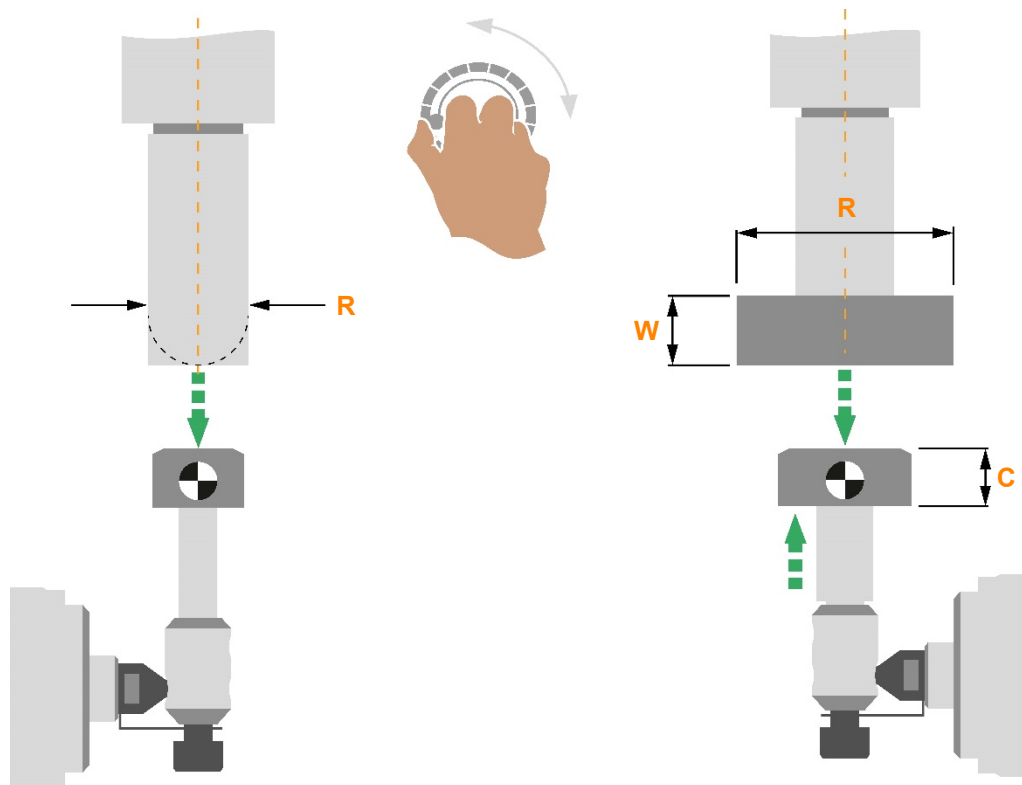

図 3.1 ツールセッターのキャリブレーション
- Rr = キャリブレーションツールの実際の直径 (図 3.1 参照)
- Ww = スタイラスの下面をキャリブレーションする際の、T 字工具の厚さ (図 3.1 参照)